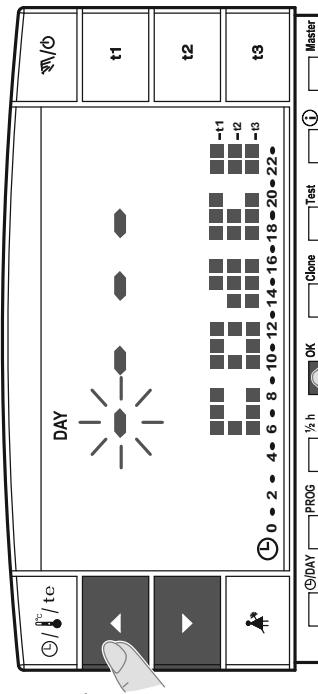

fig. 77
- Sul display apparirà la scritta **COdE II** e il primo trattino a sinistra lampeggerà (fig. 77); inserire la nuova password utilizzando i tasti **▲▼** quindi confermare ogni valore premendo il tasto **OK** (esempio in fig. 78).
- Quando sul display apparirà la scritta **COdE II** inserire come password 4 trattini (- - - -) e confermare ogni “trattino” premendo il tasto **OK** (fig. 77).